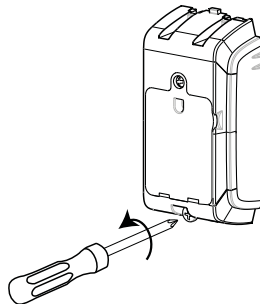

Figura 5: Svitare il dispositivo
2. Svitare la vite inferiore dal coperchio del dispositivo. Vedere Figura 5.